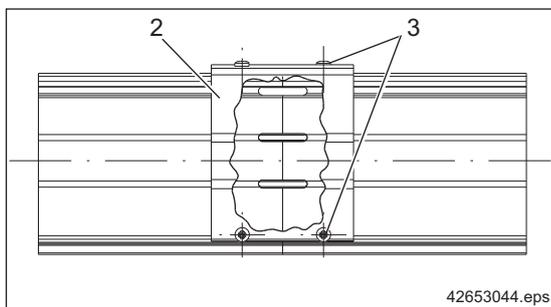

Fig. 40
Visser pour ce faire les gaines couvre-joint (2), ⇒ Fig. 40, Page 43 sur les profilés de la gaine (3).